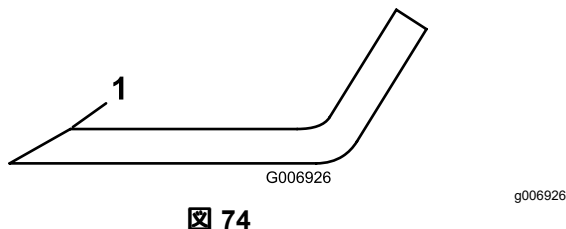

図 74
4. すべてのブレードについて、刃先を点検し、摩耗や欠けがある場合には研磨する。研磨は刃先の上面だけに行い、刃の元々の角度を変えないようにする 図 74。